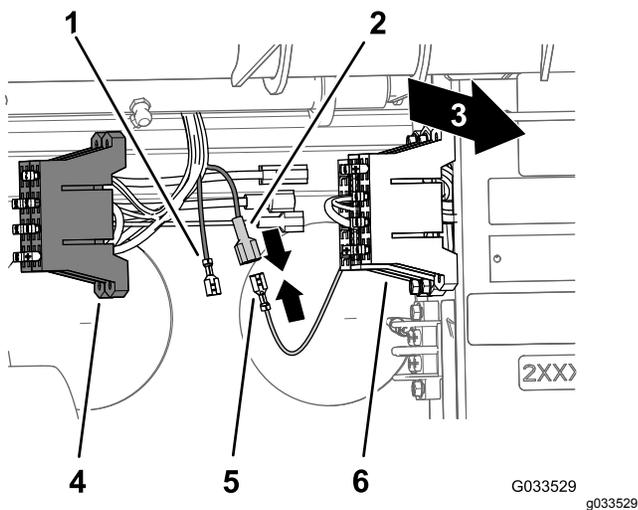

Рисунок 25
2. Найдите неизолированную гнездовую клемму на конце открытого желтого провода питания блока предохранителей автомобиля и изолированную клемму с плоским штырем на конце желтого провода дополнительного питания блока предохранителей проводов опрыскивателя (Рисунок 25).
3. Подсоедините неизолированную гнездовую клемму блока предохранителей автомобиля к изолированной клемме с плоским штырем блока предохранителей опрыскивателя (Рисунок 25).